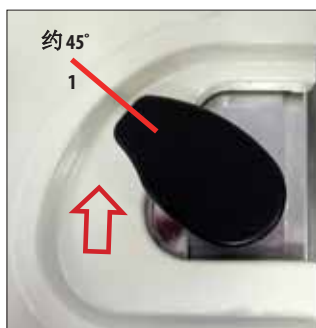

图 72
- 沿顺时针方向将脱水缸锁定装置向挡块旋转约 45° (图 72, 1)，然后松开。